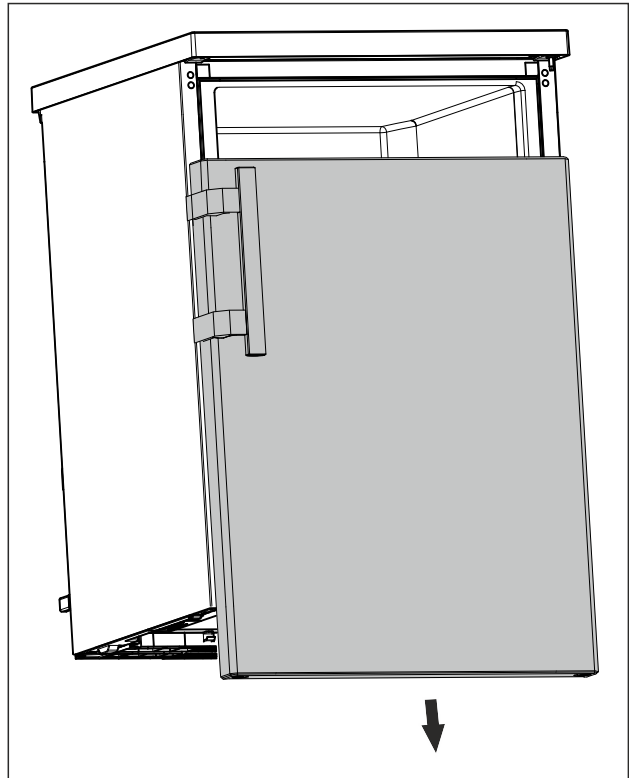

Fig. 16
- ▶ Сваляте вратата надолу. (виж Fig. 16)